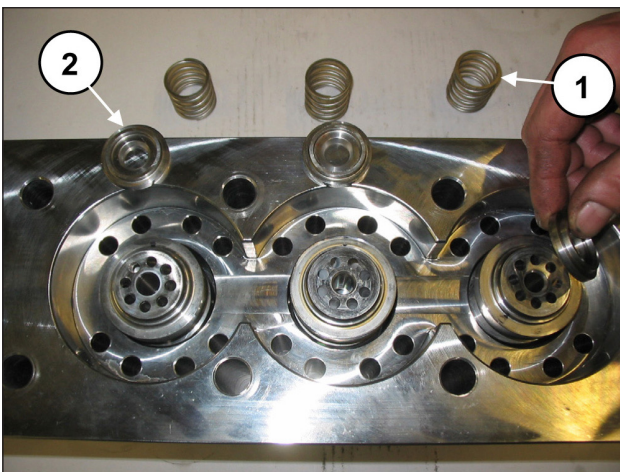

Fig. 101
**Durant le démontage des chemises, ne pas perdre les ressorts de soupape ni les soupapes plates (rep. ① et ②, Fig. 101) car ils risquent de tomber du fait qu'ils ne sont pas bloqués.**